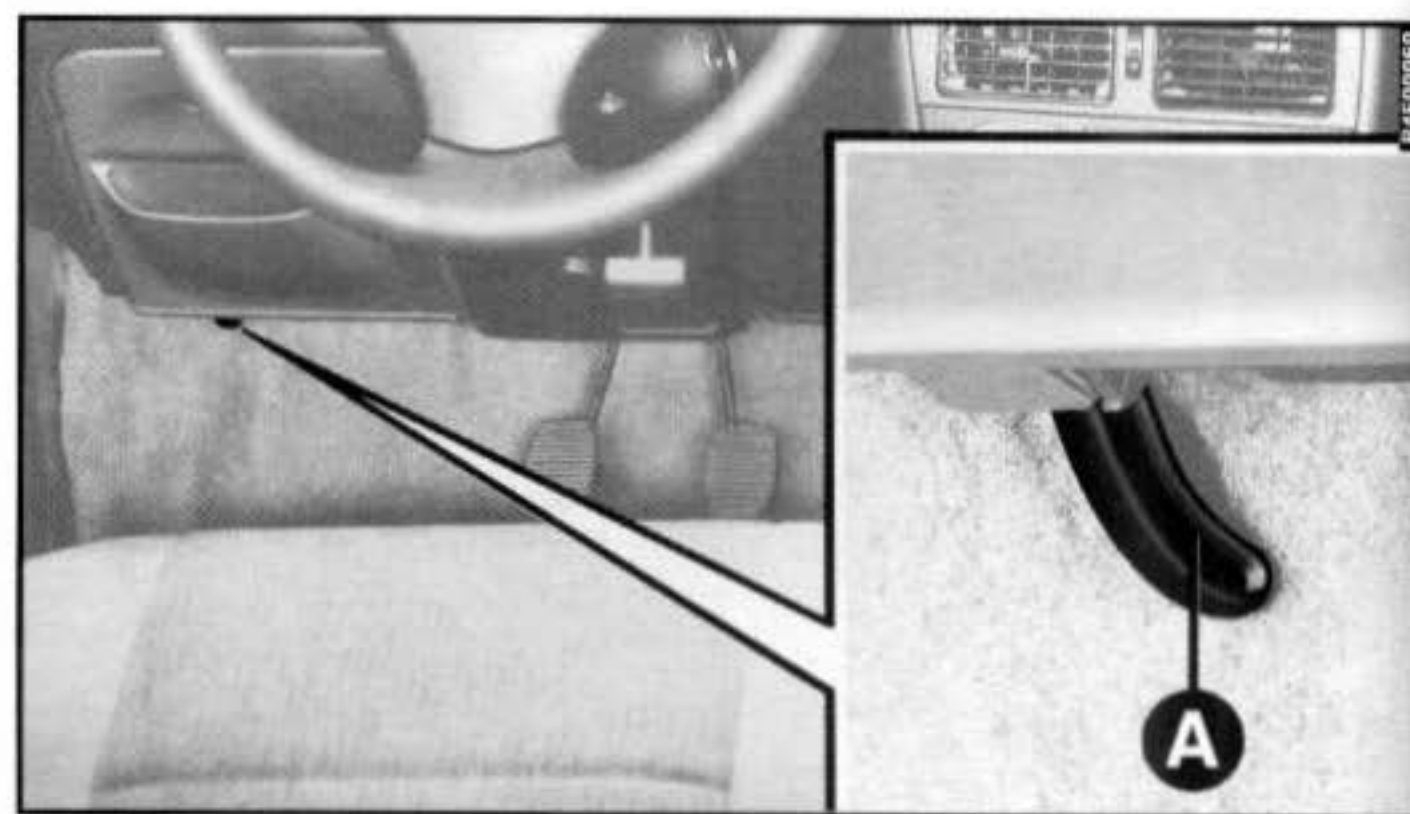

fig. 72
- 1) Puxar a alavanca **A-fig. 72**.